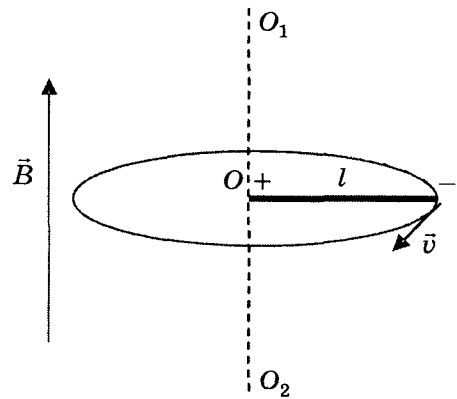
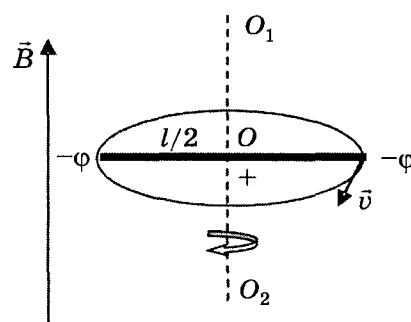
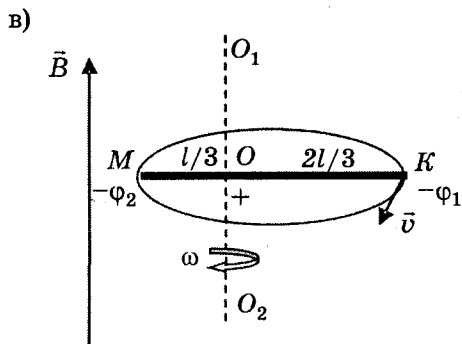

Рисунок 18
Рисунок 19
Рисунок 20
**Задача 10.** *Металлический стержень длиной  $l = 1,5$  м вращается в горизонтальной плоскости с угловой скоростью  $\omega = 60 \frac{\text{рад}}{\text{с}}$  в однородном магнитном поле, индукция которого  $B = 40$  мТл. Направление линий магнитной индукции перпендикулярно плоскости вращения стержня. Определите разность потенциалов  $U$ , возникающую между концами стержня, если ось вращения проходит: а) через один из концов стержня (рис. 18); б) через середину стержня (рис. 19). в) на расстоянии  $1/3$  длины от одного из концов стержня (рис. 20).*
ЭДС индукции  $\mathcal{E}_i = - \left| \frac{\Delta \Phi}{\Delta t} \right| = - \frac{B \Delta S}{\Delta t}$  (1), где  $\Delta S$  — площадь, которую пересекает проводящий стержень при вращении в магнитном поле (см. рис. 18).  $\Delta S = N \pi l^2$  (2),